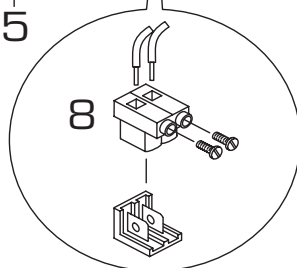

Fig. 12
2.12.1 Quadro elettrico (fig. 12)
2.12.2 Collegamento cronotermostato (fig. 12)